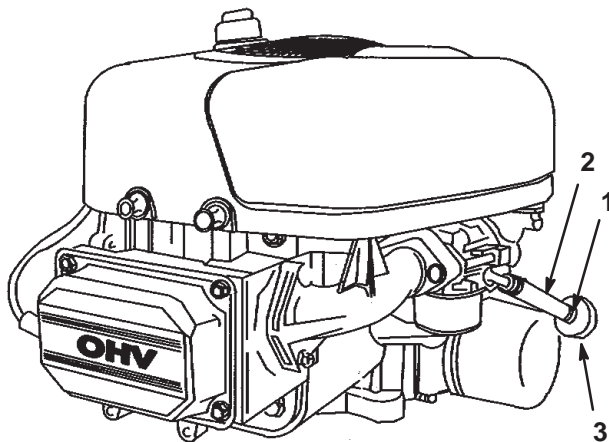

Bild 38
4. Lockern Sie die Schlauchklemme am Kraftstofffilter und schieben Sie sie an der Kraftstoffleitung weg vom Kraftstofffilter (Bild 38).
5. Ziehen Sie die Kraftstoffleitung vom Filter (Bild 38).
7. Bringen Sie die Kraftstoffleitung am -filter an. Schieben Sie die Schlauchklemme ganz an den Kraftstofffilter heran, um die Kraftstoffleitung zu befestigen (Bild 38).
4. Drücken Sie die Enden der Schlauchklemmen zusammen und schieben Sie sie vom Filter weg (Bild 38).
6. Montieren Sie einen neuen Filter und schieben die Schlauchklemmen an den Filter heran (Bild 38).